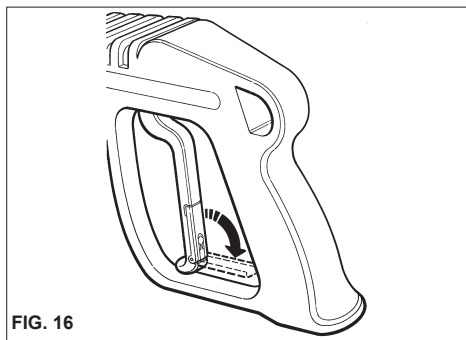

FIG. 16
- Quand le nettoyeur haute pression n'est pas utilisé, fermer le dispositif de sécurité de la poignée. (fig. 16).